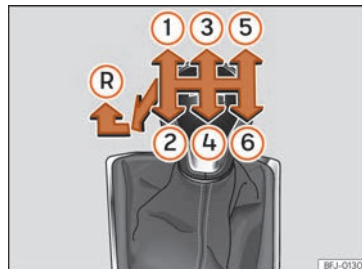

Fig. 168 Esquema de un cambio manual de 6 marchas.
En la palanca de cambios se indican las posiciones de las marchas **>>> fig. 168**.
- Con la palanca de cambios en punto muerto, presiónela hacia abajo, muévala a la izquierda hasta el final y después hacia delante para seleccionar la marcha atrás **>>> fig. 168 (R)**.